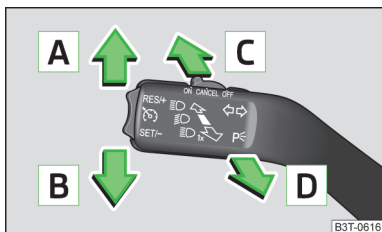

Abb. 32
- » Den Blinker- und Fernlichthebel zum Lenkrad ziehen und nach unten schieben » Abb. 32 auf Seite 51.
- » Den Blinker- und Fernlichthebel zum Lenkrad ziehen und nach oben schieben » Abb. 32 auf Seite 51.
Mit dem Bedienungshebel können die folgenden Funktionen bedient werden » Abb. 32.